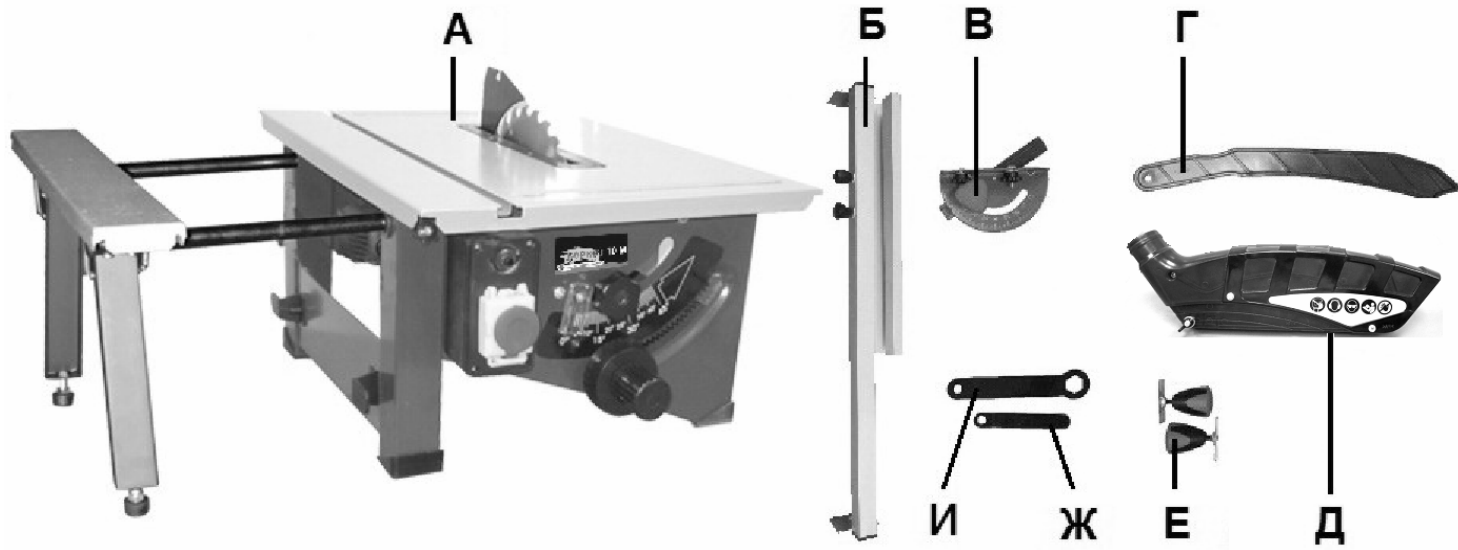

Рис. 1
## 3. КОМПЛЕКТНОСТЬ (Рис.1а, 1б)
3.1. В комплект поставки входит (Рис. 1, таблица 2)